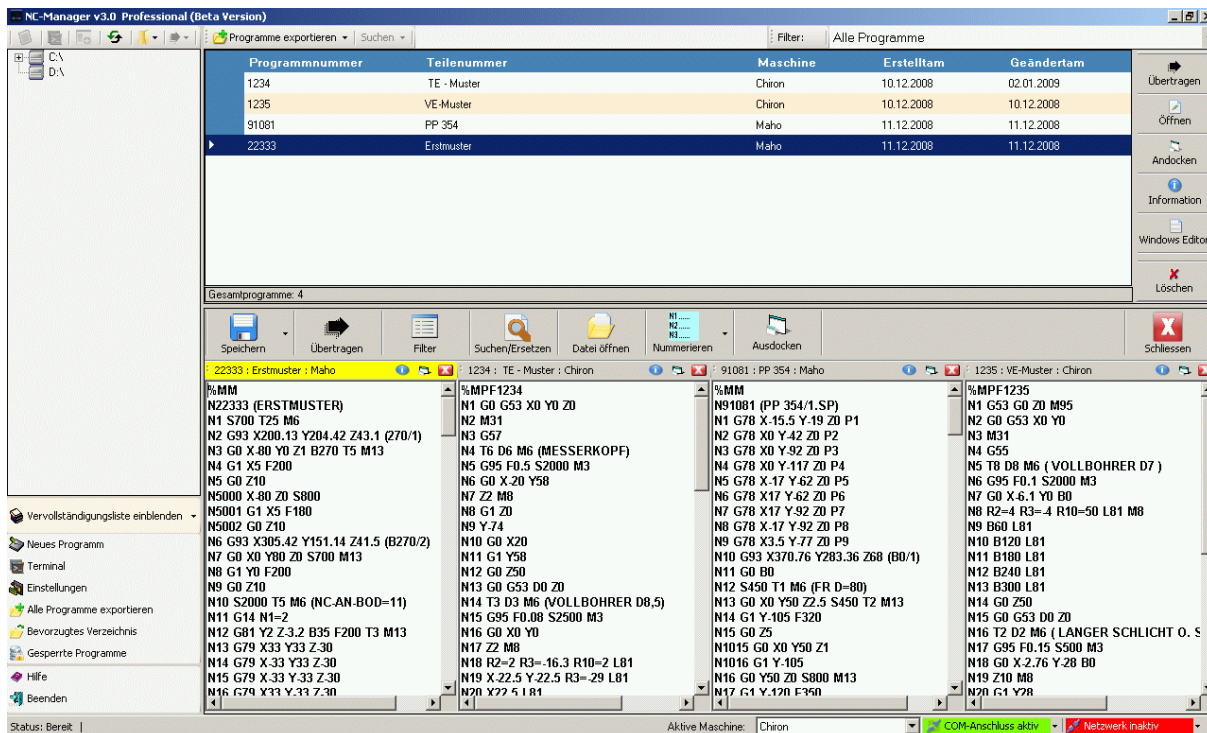

Abbildung 10: Hauptprogramm
10.1. Um ein Programm zu bearbeiten, klicken Sie doppelt auf ein Programm in der Liste oder selektieren eins und klicken auf ‚Andocken‘. Das Programm wird in der Hauptanwendung geöffnet wie in Abbildung 10 zu sehen ist. Es können bis zu vier Programme andockt werden.